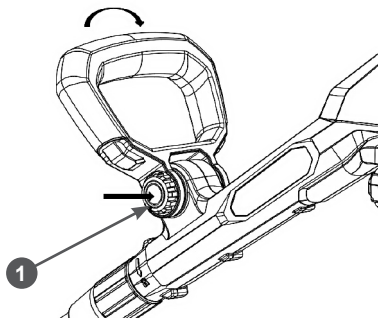

Рис. 4 Регулировка положения рабочей рукоятки
2. Нажав и удерживая фиксатор положения рабочей рукоятки 1 (Рис. 4), установите рабочую рукоятку в удобное Вам положение, после чего отпустите фиксатор.